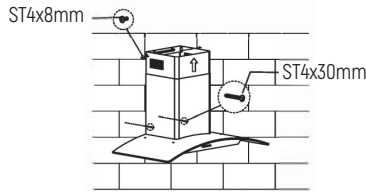

Abb. 5
5. Setzen Sie beide Kanäle auf den Haubenkörper, stellen Sie die Höhe des inneren Kanals ein und befestigen Sie ihn mit der Schraube an der Halterung des inneren Kanals. Abschließend das Gehäuse mit der Schraube befestigen. Siehe Abbildung 5.